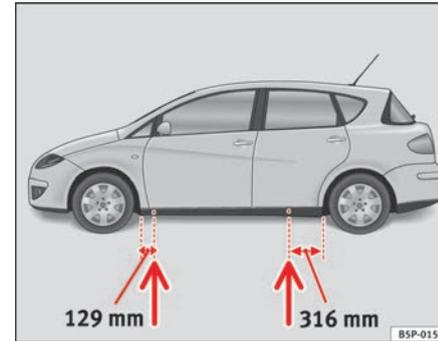

Abb. 176 Aufnahme-
- Suchen Sie den Aufnahmepunkt am Unterholm, der dem zu wechselnden Rad am nächsten liegt ⇒ Seite 250, Abb. 176.
Am Unterholm kennzeichnen jeweils vorn und hinten Eindrückungen die Stellen, an denen der Wagenheber angesetzt werden darf ⇒ Seite 250, Abb. 176. An jedem Rad ist eine Stelle für den Wagenheber vorgesehen. An anderen Stellen darf der Wagenheber nicht angesetzt werden.